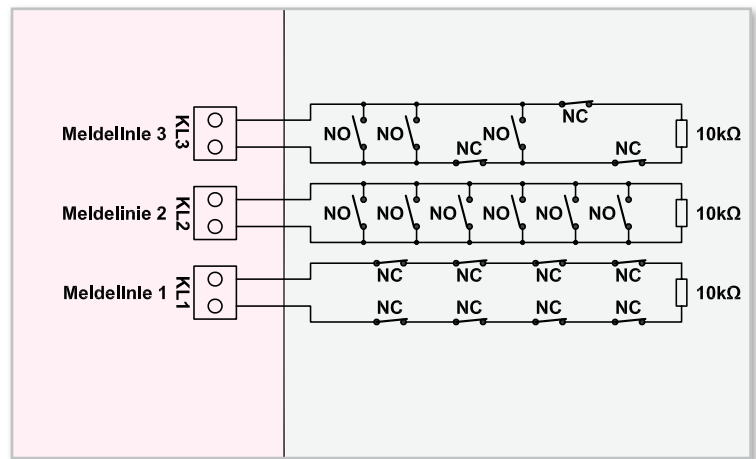
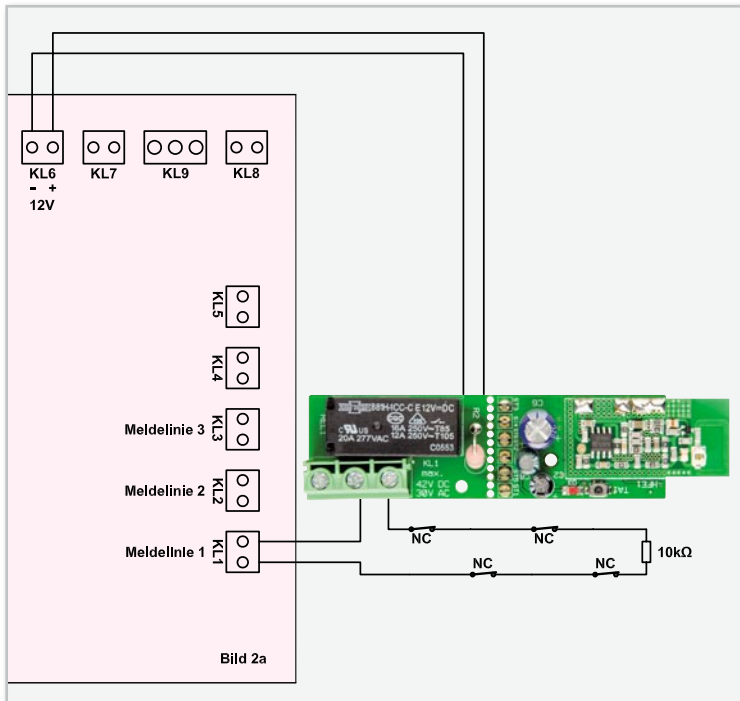
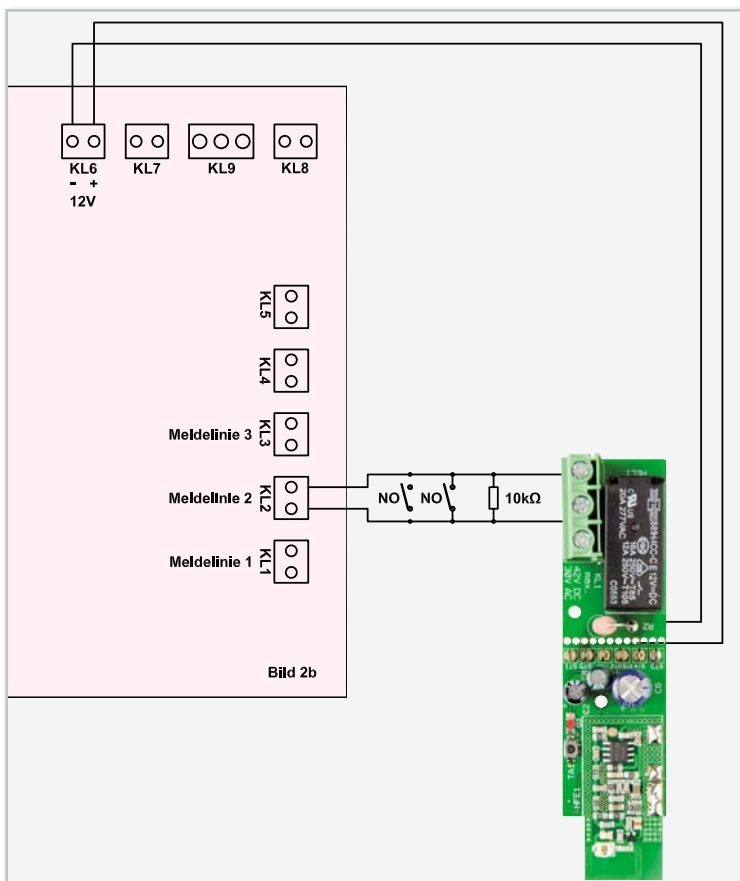

Bild 1: Anschlussmöglichkeiten der Alarmsensoren an die Meldelinien
Bild 2a: Anschluss des FS20-Universal-Empfängers an einer beliebigen Meldelinie, hier als Öffner
Bild 2b: Anschluss des FS20-Universal-Empfängers an einer beliebigen Meldelinie, hier als Schließer
Bei sämtlichen Differential-Alarmlinien können wahlweise Alarmsensoren mit einem Öffner (NC) oder einem Schließer (NO) eingesetzt werden. Auch die gemischte Beschaltung der einzelnen Alarmlinien ist problemlos möglich. Im Beispiel (Abbildung 1) ist Meldelinie 1 mit Öffnern, Meldelinie 2 mit Schließern und Meldelinie 3 sowohl mit Öffnern als auch mit Schließern beschaltet. Sämtliche Meldelinien erfordern einen Schleifenwiderstand von 10 k Ω , der an einer beliebigen Stelle in die Alarmschleife eingefügt wird. Bei Anschluss eines FS20- oder HomeMatic-Empfängers mit Relaisausgang an einer beliebigen Alarmschleife können wahlweise oder auch zusätzlich Funk-Sensoren zur Alarmauslösung genutzt werden. Im FS20-System ist für diese Aufgabe der FS20-Universal-Empfänger FS20 UE1 (Best.-Nr.: 46-84084) sehr gut geeignet und die Spannungsversorgung des Empfängers kann vom Dauerspannungsausgang der Alarmzentrale erfolgen. Abbildung 2 illustriert den Anschluss des FS20 UE1 mit Schaltrelais an die Alarmzentrale AZ 4-2 (Abbildung 2a als Öffner, Abbildung 2b als Schließer). Der Anschluss des Funkempfängers kann an eine beliebige Meldelinie erfolgen.